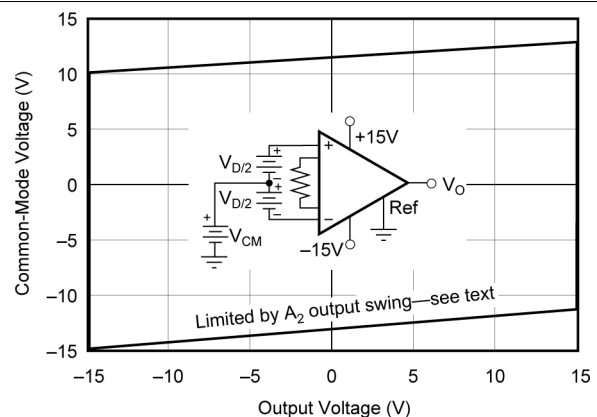
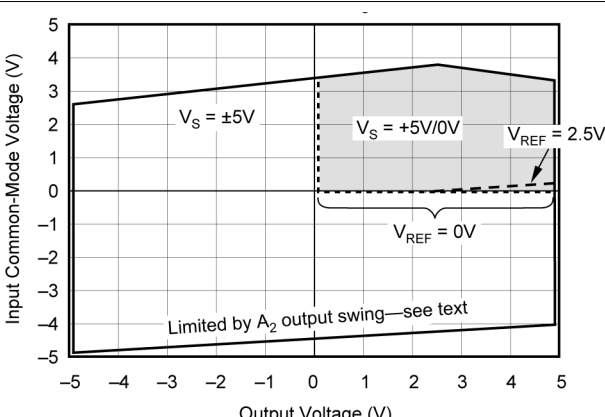

图 5-5. 输入共模范围与输出电压间的关系, $V_S = \pm 15\text{V}$, $G = 5$
图 5-6. 输入共模电压与输出电压间的关系, $V_S = \pm 5\text{V}$, $G = 5$
- (1) INA122 输入级的输入电压范围。输入范围取决于共模电压、差分电压、增益和基准电压。有关更多信息, 请参阅典型特性 曲线图 5-5 和图 5-6。
- (2) 为 $G > 5$ 指定的值不包括外部增益设置电阻器 R_G 带来的影响。